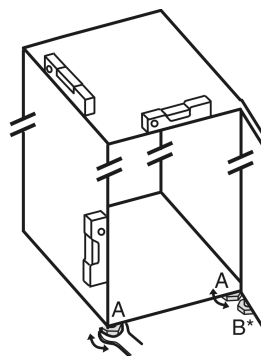

Fig. 36
- ▶ Odvrnite podesive nožice Fig. 36 (A) priloženim viličastim ključem i libelom prema van dok uređaj ne stoji čvrsto i ravno.
- ▶ Odvijte podesivu nožicu Fig. 36 (B) na podlošku ležaja priloženim viličastim ključem dok se ne podupre o pod.
- ▶ Okrenite podesivu nožicu Fig. 36 (B) dalje za najviše 90° kako biste izbjegli oštećenje vrata.